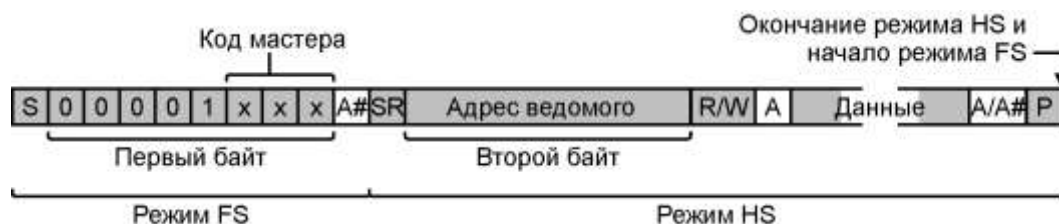

Рисунок 13.15 – Переход в режим HS и обратно в режим FS
После выполнения вышеуказанных шагов устройства, поддерживающие режим HS переключаются в этот режим. Мастер генерирует состояние повторного старта (SR), а затем передает адрес ведомого и бит направления передачи R/W# (см. рисунок 13.15. Расшифровка обозначений, принятых на рисунке, приведена в таблице 13.1).